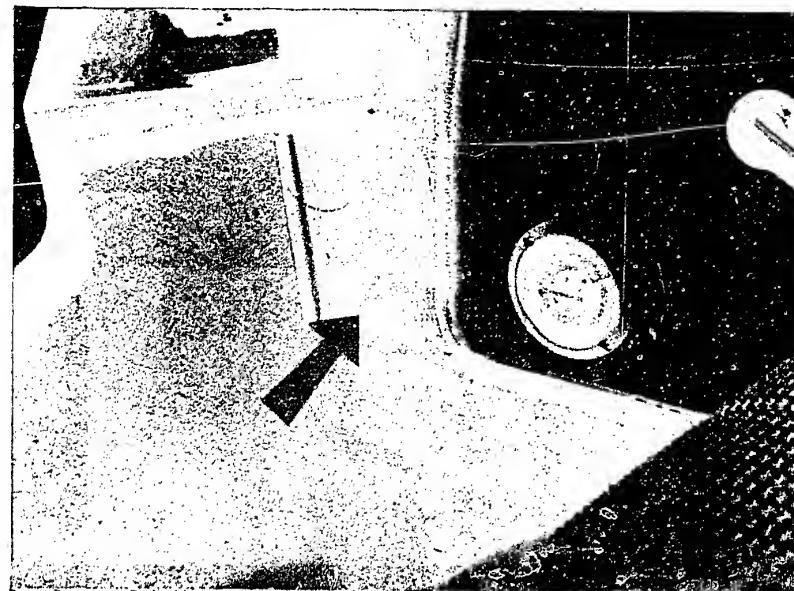

Bild 43 Die Einbaulage der Lautsprecher im Fussraum rechts und links. Die Seitenwand ist perforiert und für einen nachträglichen Einbau vorbereitet.
- Blindschubladen als Montageort für das Gerät (Bild 43).